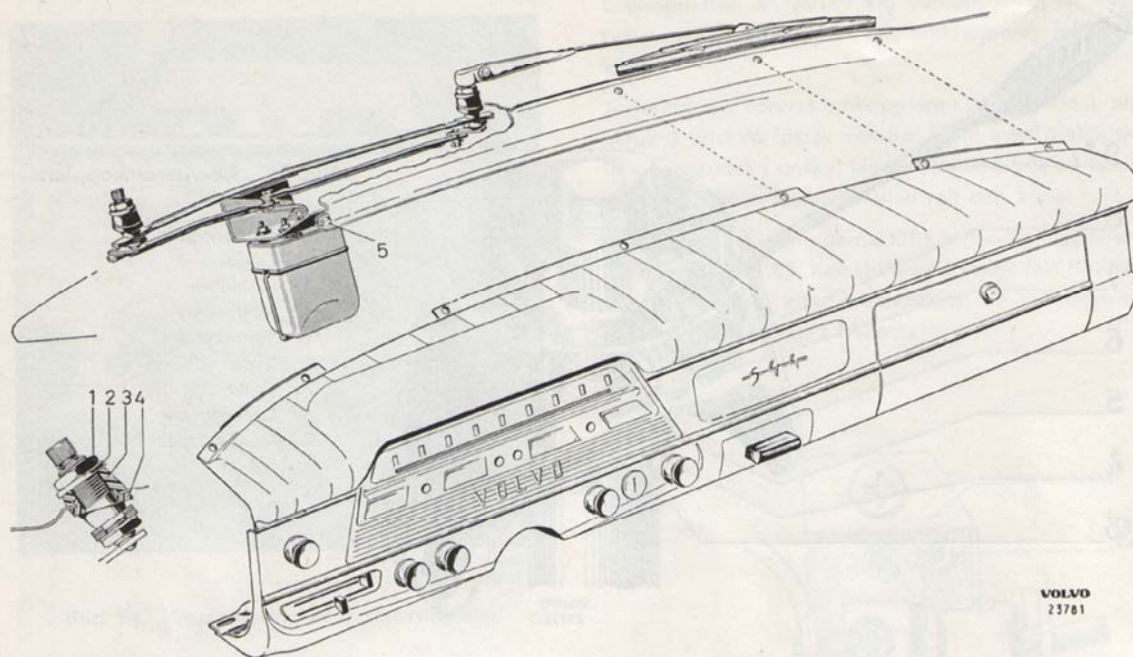

Bild 98. Vindrutetorkare och instrumentbräda.
2. Tag bort muttern (1 bild 98) för lagret och lyft bort bricka (2) och tätning (3).
4. Lossa skruven (5) bild 98, som håller torkarmekanismen vid karossen. Denna är åtkomlig från instrumentbrädans undersida.